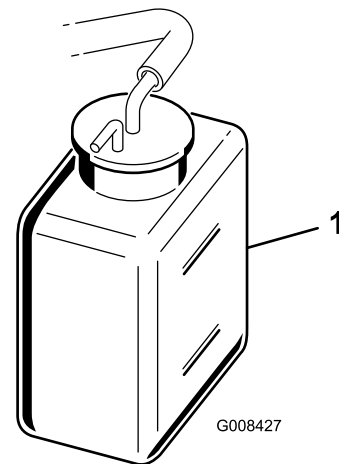

Bild 31
2. Prüfen Sie den Kühlmittelstand (Bild 31).